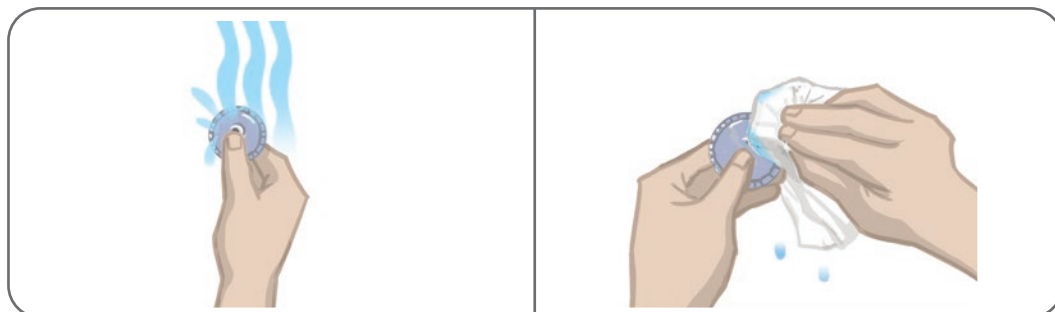

Figura 6-5: Umezirea electrodului și îndepărtarea excesului de apă
3. Udați Electrozii pânzați rotunzi cu apă până la saturare. Consultați Figura 6-5.
4. Folosiți o cârpă pentru a șterge ușor sau a îndepărta excesul de apă de pe partea din spate a electrozilor (latura clemei) prin tamponare. Consultați Figura 6-5.